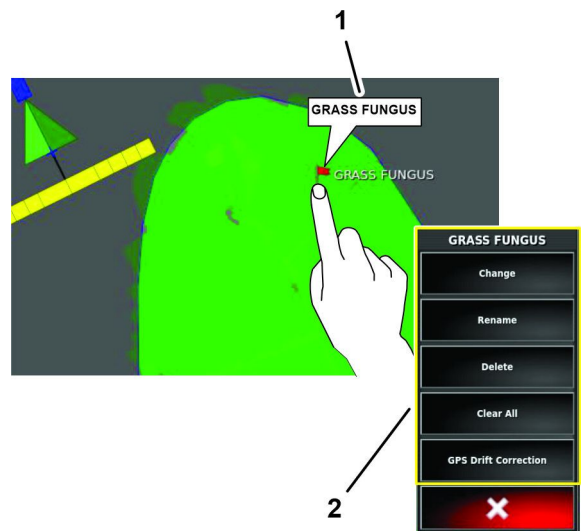

Figure 83
1. Appuyez le doigt sur une balise sur l'écran de la console de commande jusqu'à ce que la fenêtre contextuelle de la balise s'affiche (Figure 83).
Le menu de modification de balise s'affiche (Figure 83).